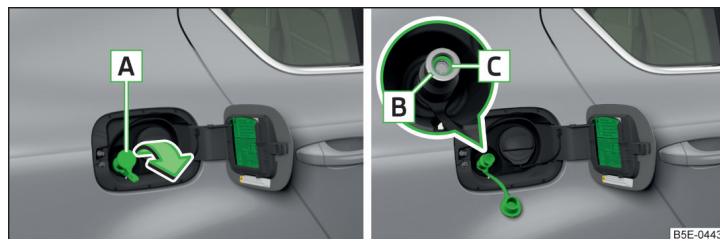

Fig. 194 Ștuțul de umplere cu GNC
- Scoateți capacul **A** » fig. 194 în sensul săgeții de pe ștuțul de alimentare cu gaz **B**.
► Verificați dacă inelul de etanșare **C** » fig. 194 a rămas blocat în ștuțul de alimentare cu gaz.